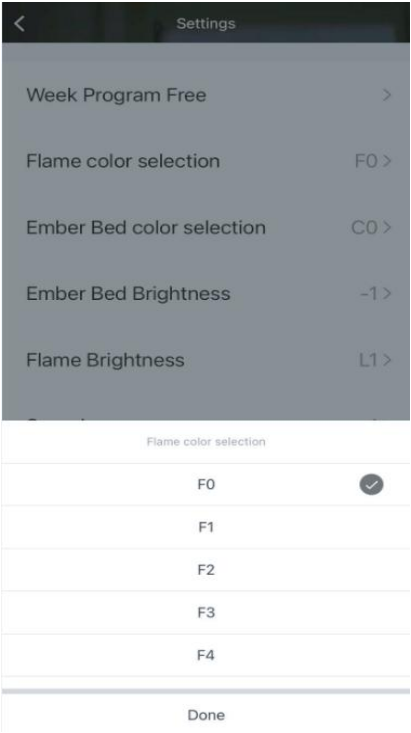

Imagen 11
6. Al abrir la selección de color de la llama, puedes elegir entre un total de 6 colores (F0~F6), como se muestra en la imagen 11.